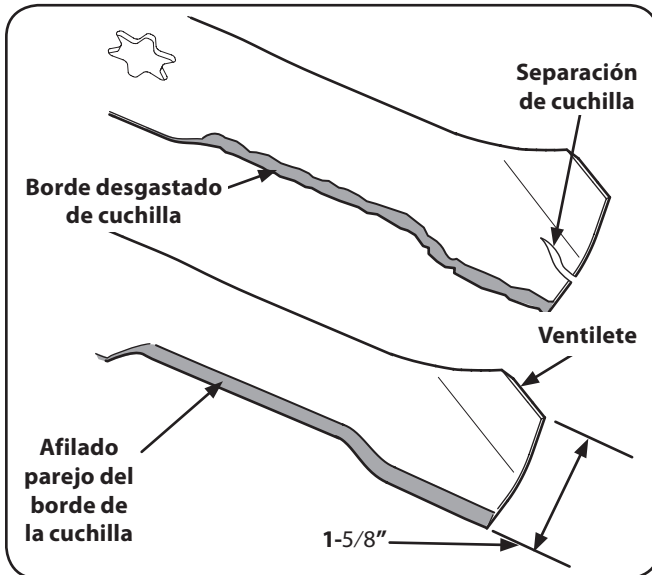

Figure 7-7
4. Para afilar las cuchillas de corte de forma adecuada, extraiga cantidades iguales de metal de ambos extremos de las cuchillas a lo largo de los bordes cortantes, de forma paralela al borde de caída, a un ángulo de 25° a 30°. Afíle siempre cada borde de las cuchillas de corte de forma pareja para mantener un equilibrio adecuado entre las mismas. Vea la Figure 7-7.